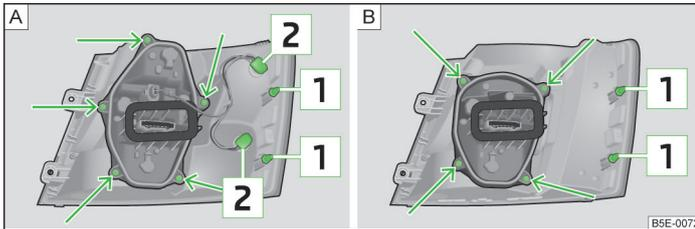

Abb. 231 Äußerer Teil der Leuchte: Grundleuchte / Leuchte mit LED-Dioden
- Die Rückleuchte vorsichtig in die Karosserie hineindrücken, sodass die Bolzen » Abb. 231 auf Seite 269 an der Leuchte in die Aufnahmen in der Karosserie eingreifen » .
- › Die Lampenfassung  » Abb. 231 entgegen dem Uhrzeigersinn drehen und aus dem Leuchtengehäuse herausnehmen.
- › Den Lampenhalter » Abb. 231 -  bzw.  mit dem Schraubendreher aus dem Bordwerkzeug abschrauben und den Lampenhalter aus der Rückleuchte herausnehmen.
- › Die Lampenfassung bis zum Anschlag entgegen dem Uhrzeigersinn drehen und aus dem Leuchtengehäuse » Abb. 231 -  bzw.  herausnehmen.